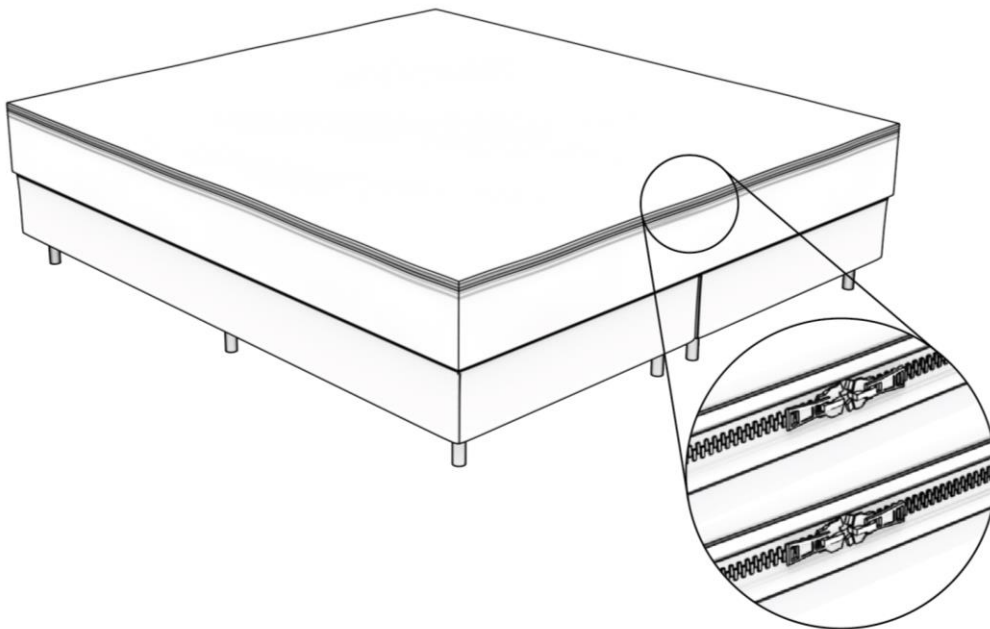

Abbildung 16: Den Topliners zwischen der Unterseite und der Oberseite des Bezuges platzieren und befestigen.
Schritt 19. Dieser Schritt ist nur dann eine Ergänzung zum vorherigen Schritt, wenn Sie einen zusätzlichen Topliner erworben haben. Wenn dies nicht der Fall ist, fahren Sie bitte direkt mit Schritt 20 fort. Falls Sie einen Topliner haben, müssen Sie ihn zwischen der Unterseite und der Oberseite des Bezuges mit einem Reißverschluss befestigen. Sie enden mit einem Doppelreißverschluss, wie in Abbildung 16 dargestellt.